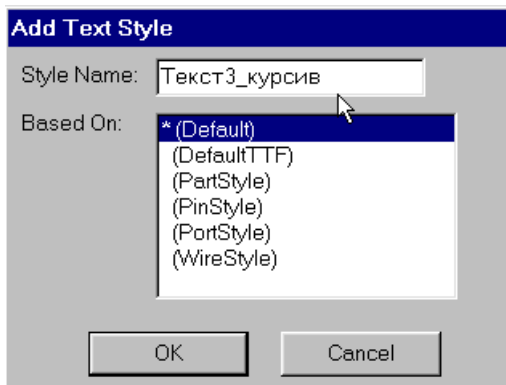

Рис. 3-6. Добавление нового стиля
2) Для добавления нового стиля нажмите на ней кнопку **Add** (добавить). Появится панель **Add Text Style** (добавить стиль текста), показанная на рис. 3-6.